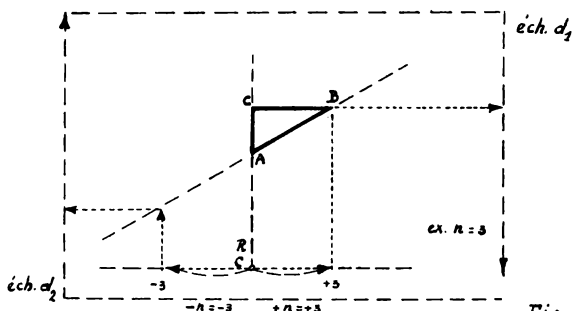

Fig. 4
a) lorsque $C \equiv R$ (figure 4)